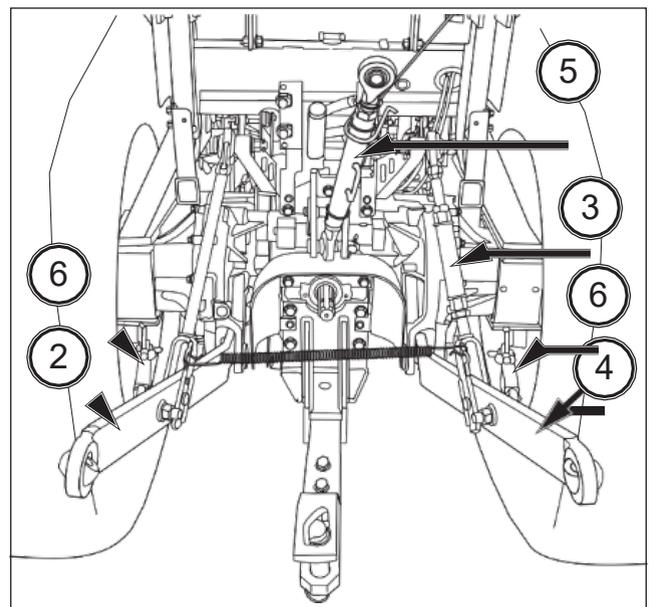

FIG. 72
FIG. 72: Deslice el extremo esférico del brazo inferior izquierdo (2) en el pasador del equipamiento y fíjelo con una clavija. Ajuste la altura del brazo inferior derecho con un tensor (3). Enganche y fije el brazo inferior derecho (4) en el equipamiento con una clavija. Enganche el brazo superior (5) arriba del chasis del enganche del equipamiento utilizando el pasador suministrado con el tractor. Gire el manguito central del brazo superior para alargar o acortar y ajuste el nivel del equipamiento desde delante hacia detrás. Una vez que haya enganchado el equipamiento, puede ajustar su altura de funcionamiento utilizando los tensores de los vástagos elevadores y de los brazos superiores. Compruebe que todos los ajustes estén bien apretados o fijados.